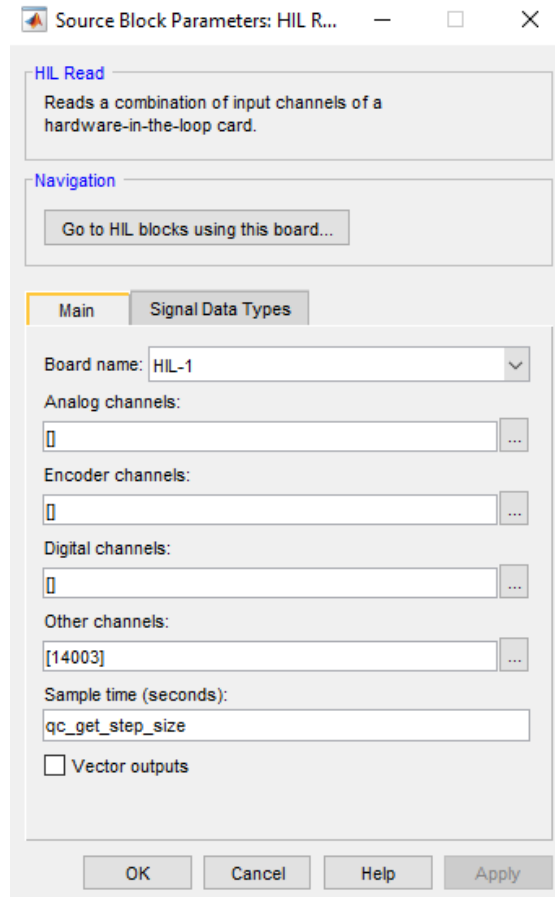

Figure 11: Configuration du bloc **HIL read** pour obtenir la vitesse angulaire de lacet à partir du capteur tachymètre
2. Ajoutez un bloc **HIL read**. Pour lire la mesure du tachymètre, nous lisons le canal 14003. Double-cliquez dessus et configurez-le pour qu'il affiche la mesure du tachymètre, comme montré dans la Figure 11.